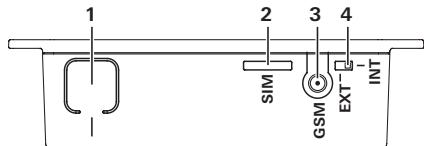

Fig. 2 – vista parte superiore
Premere il tasto (fig. 2 – 1) per almeno 20 secondi. Il LED blu lampeggiava brevemente per segnalare «apparecchi salvati e reset eseguito».
- Premere il tasto (fig. 2 – 1) per circa 1 secondo.
Premere il tasto (fig. 2 – 1) per almeno 20 secondi.